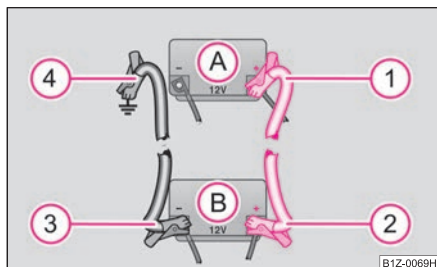

Fig. 161 Démarrage à l'aide de la batterie d'un autre véhicule : A - Batterie déchargée, B - Batterie fournissant le courant
- Fixez une extrémité (1) au pôle positif ⇒ fig. 161 de la batterie déchargée (A).
- Fixez l'autre extrémité (2) au pôle positif de la batterie fournissant le courant (B).